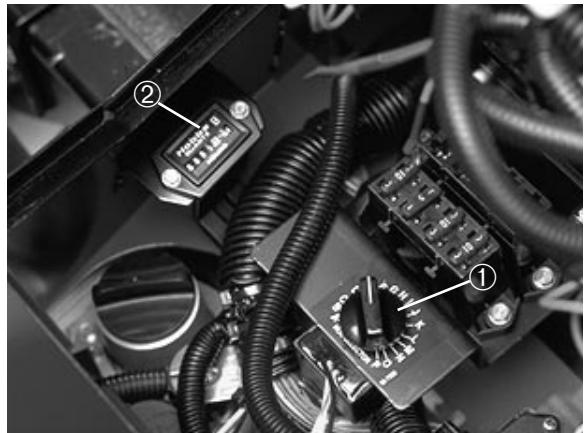

Fig. 11
**Selettori dell'altezza di taglio** (Fig. 11)—Girando la manopola sul valore richiesto si comunica al controller elettronico l'altezza di taglio attuale per ottenere il taglio richiesto. Vedi le pertinenti istruzioni operative nel manuale. La manopola si trova sotto la plancia.
**Contaore** (Fig. 11)—Indica il totale delle ore di funzionamento della macchina.